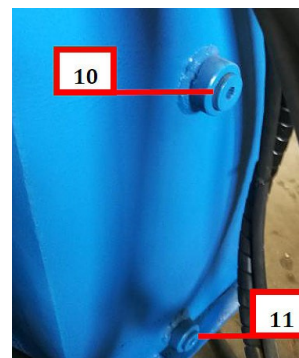
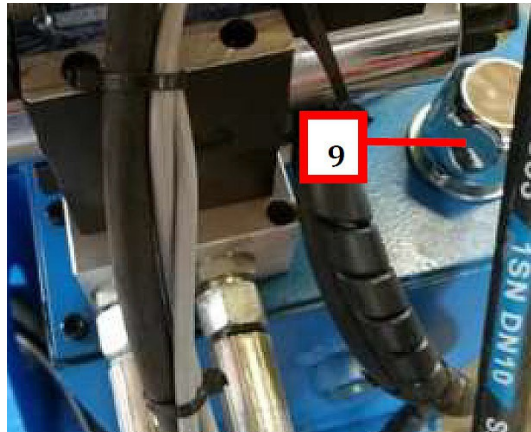

Fig. 25 : Ouvrir le bouchon de sortie
Fig. 26 : Ouvrir le bouchon de remplissage
Étape 1 : Arrêtez la machine et mettez l'interrupteur principal en position 0. Étape 2 : Ouvrez la vis de contrôle du niveau d'huile (Pos.10, Fig.25).
Étape 3 : Placez un récipient sous le bouchon de sortie (Pos.11, Fig.25). Étape 4 : Desserrer le bouchon de sortie (Pos.11, Fig.25).
Étape 5 : Une fois l'huile complètement vidangée, revissez le bouchon de sortie (Pos.11, Fig.25).
Étape 6 : Dévissez le bouchon de remplissage ((Pos.9, Fig.26).
Étape 7 : Remplissez l'huile hydraulique neuve jusqu'à l'ouverture de la vis de contrôle du niveau d'huile (Pos.10, Fig.25). La capacité du réservoir d'huile hydraulique est de 35 litres.
Étape 8 : Revissez la vis de contrôle du niveau d'huile (Pos.10, Fig.25) et le bouchon de remplissage (Pos.9, Fig.26).